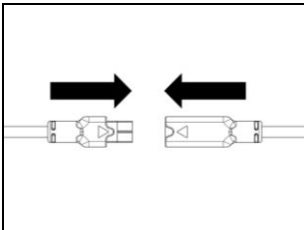

Abb. 9
- Schließen Sie die Batterie in Einhaltung der Pfeilrichtung an den Kabelsatz an (Abb. 9).